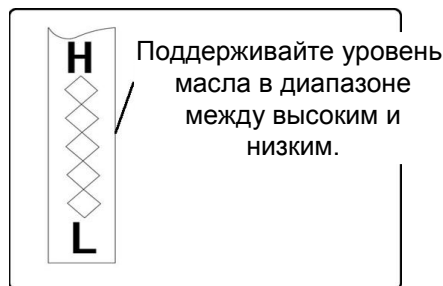

Рисунок 33
4. Выкрутите масляный щуп из маслозаливной горловины. Отметьте уровень масла. Если уровень масла на масляном щупе ниже отметки “**LOW**” (“НИЗКИЙ”), аккуратно долейте масло до отметки “**HIGH**” (“ВЫСОКИЙ”), см. рис. 33.